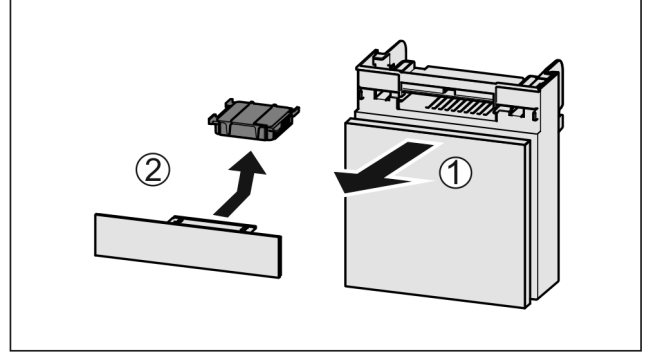

Fig. 160
- Rafı öne doğru dışarı çekin Fig. 160 (1).
- Aktif karbon filtresini çıkarın Fig. 160 (2).